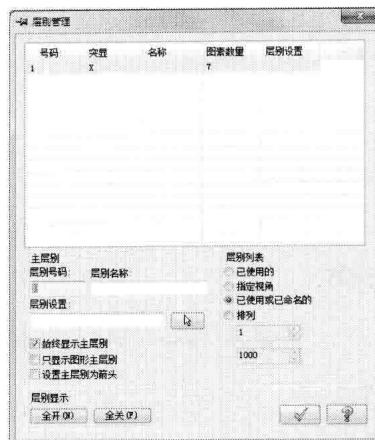

图 1-14 【层别管理】对话框
- **【层别】**：单击后弹出【层别管理】对话框，可以对图层进行选择、创建和关闭等操作，如图 1-14 所示。